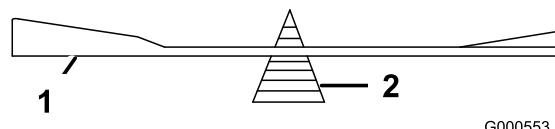

Figure 89
2. Vérifiez l'équilibre de la lame en la plaçant sur un équilibrEUR (Figure 89).